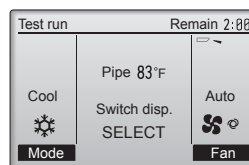

Fig. 7-3
1. Pulse el botón [F1] para cambiar el modo de funcionamiento. (Fig. 7-3)